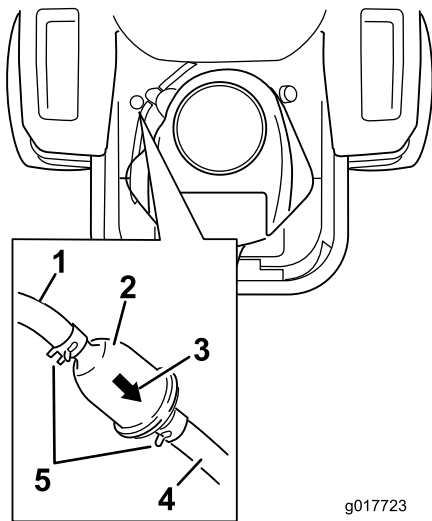

Figure 44
4. Soulevez le siège et localisez les filtres à carburant, comme illustré à la Figure 44.
7. Montez un filtre neuf en veillant à pointer la flèche indiquant le sens d'écoulement vers le moteur. Rapprochez les colliers de flexibles du filtre (Figure 44) pour le fixer en place.